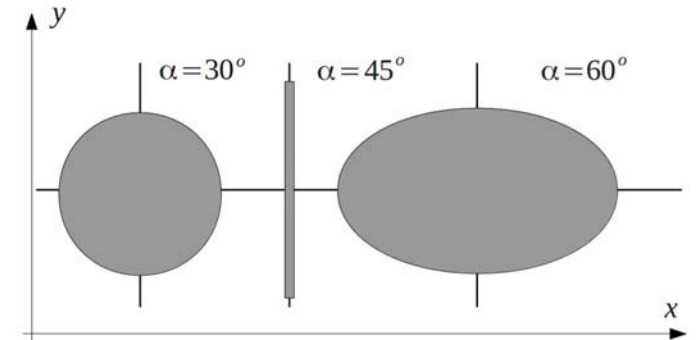

Рис. 1.
6. Найденные в предыдущем пункте значения - это крайние точки искомой области. Но чем больше скорость вдоль одного направления, тем меньше она вдоль другого. Поэтому точки необходимо соединить кривой, похожей (неужели?) на эллипс. В зависимости от угла, эта область будет иметь различную протяженность вдоль соответствующих осей. При угле $\alpha = 30,0^\circ$ - это круг. А при угле $\alpha = 45,0^\circ$ - прямая линия (см. рис. 1).